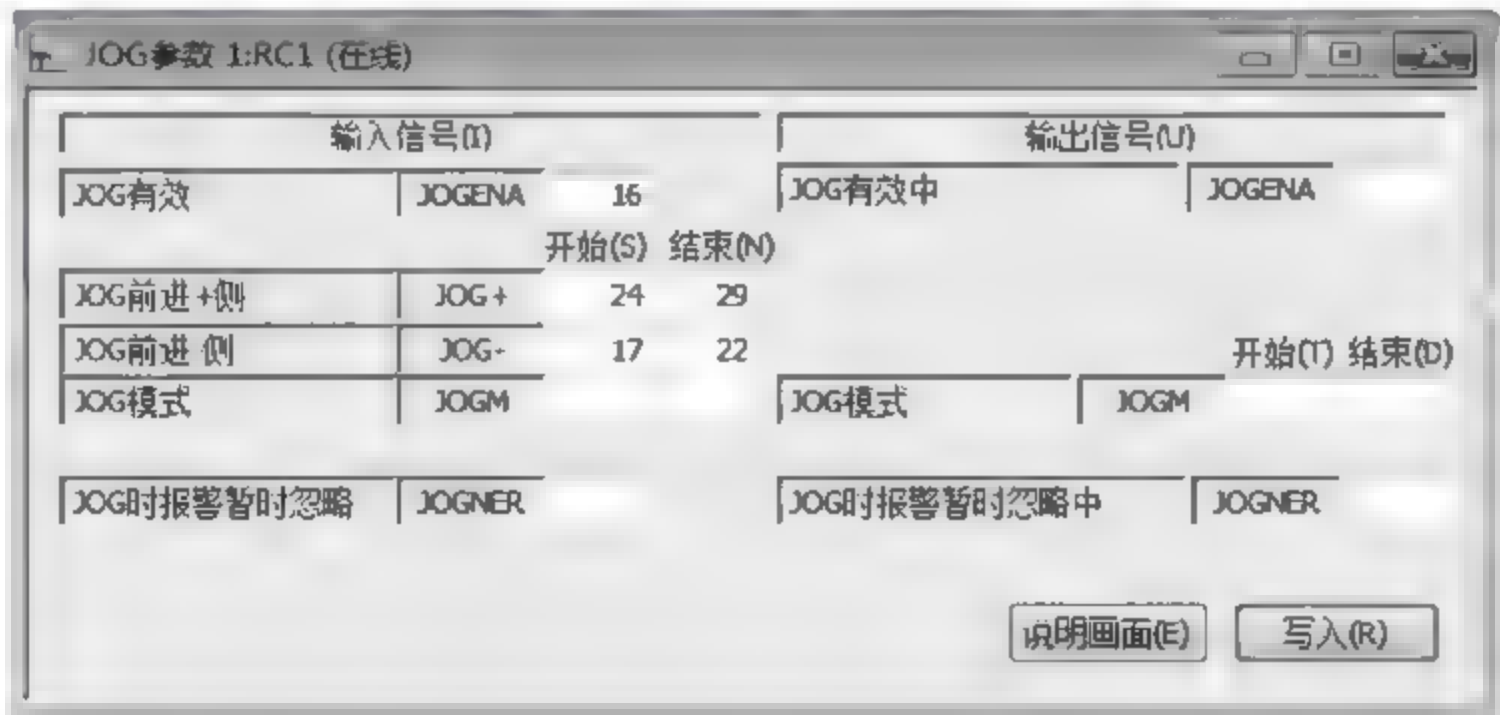

图 18 4 JOG 运行相关参数的设置
- (1) 选择“自动模式”(只有在自动模式下,伺服 ON 才有效)。
- (2) 发“伺服 ON”=1 信号。
- (3) 使 JOGENA=1(在图 18 4 中为输入端子 16)(在图 18-4 中输入端子 24~29 为 J1~J6 的 JOG+信号),发出各轴 JOG+信号,各轴做 JOG 动作。